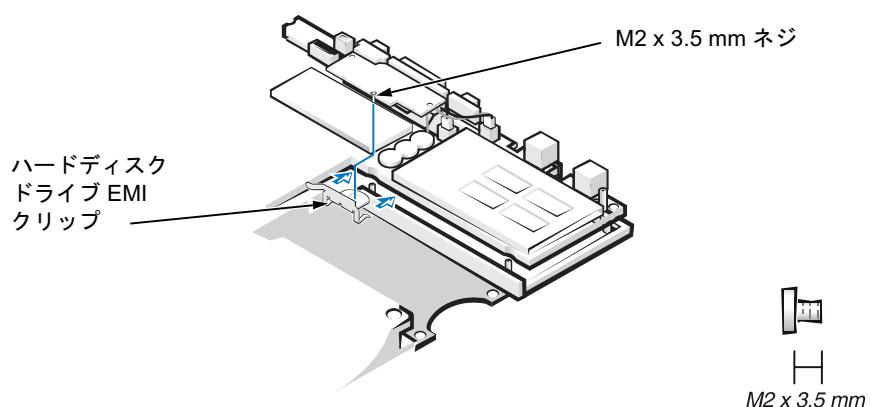

図 23 ハードディスクドライブ
2. システム基板アセンブリに新しいハードディスクドライブ EMI クリップを置きます (図 23 参照)。
M2 x 3.5 mm ネジの一つは、ハードディスクドライブ EMI クリップを通します（図 23 参照）。